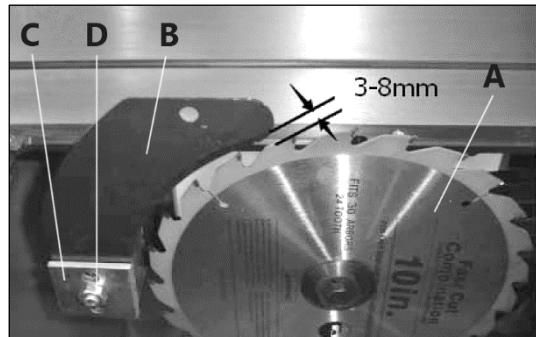

Рисунок 26.
Центральный болт **D** находится в горизонтальном пазу, поэтому расклинивающий нож можно передвигать ближе или дальше от пильного диска (рис. 26, 30, 31).
- Расположите расклинивающий нож на расстоянии примерно 3-8 мм (рис. 26) от ближайшего зуба пильного диска.